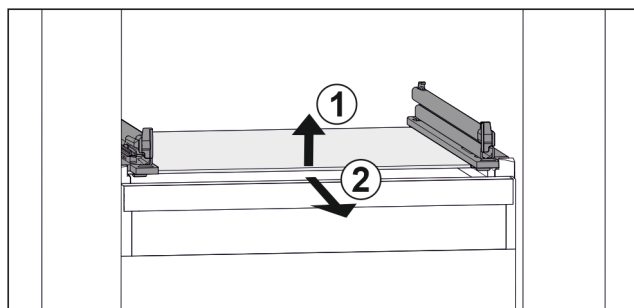

Fig. 38 Eksempel på fremstilling av glassplaten
- Løft opp glassplaten foran. Fig. 38 (1)
- Ta ut glassplaten fremover. Fig. 38 (2)